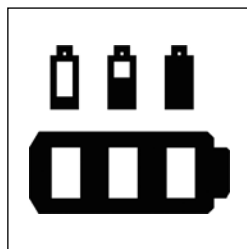

Figure 15 Commande manuelle d'indication de la batterie.
- Il y a un indicateur de batterie sur la commande manuelle (voir Figure 15).